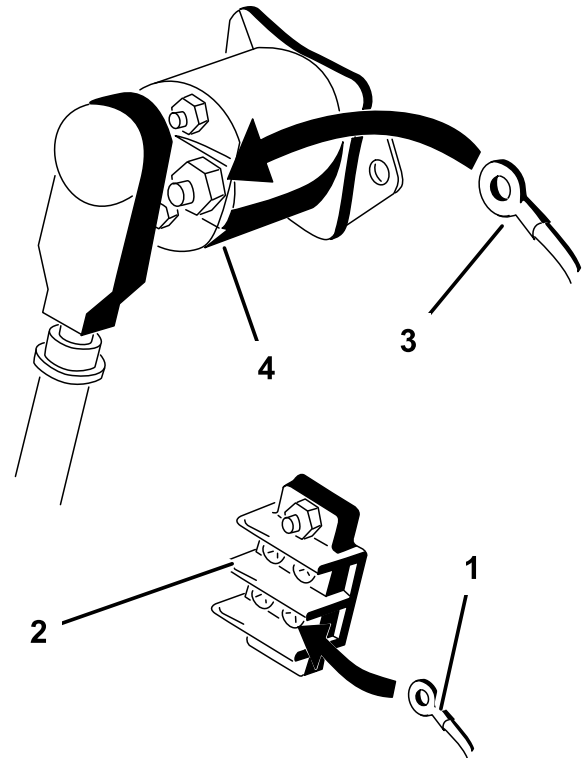

Figura 19
3. Conecte el anillo marcado 'tierra' del cable negro al bloque de terminales de tierra (Figura 19).